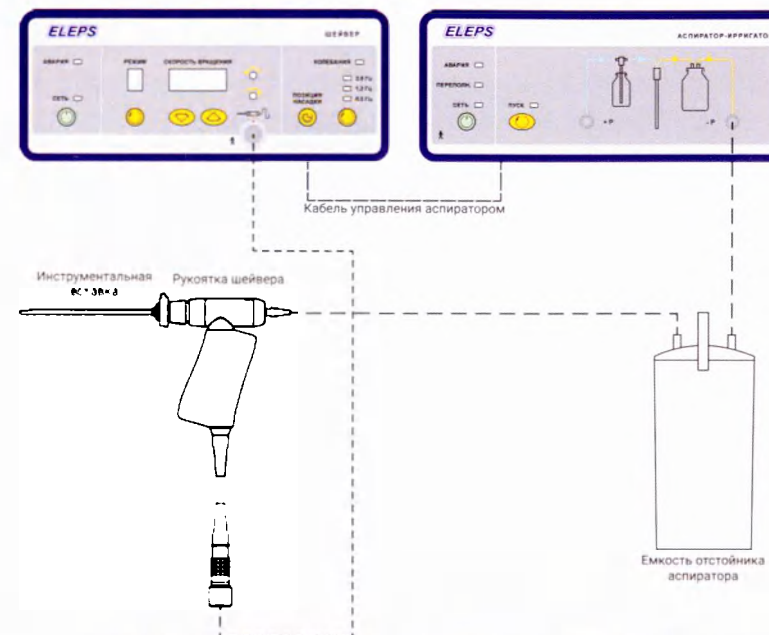

Рисунок 9. Подключение кабеля рукоятки к блоку управления.
Соедините шейвер и аспиратор-ирригатор кабелем управления, подключите шланг отсоса аспиратора-ирригатора к штуцеру аспирации рукоятки (24) согласно схеме подключения (см. рисунок 9).